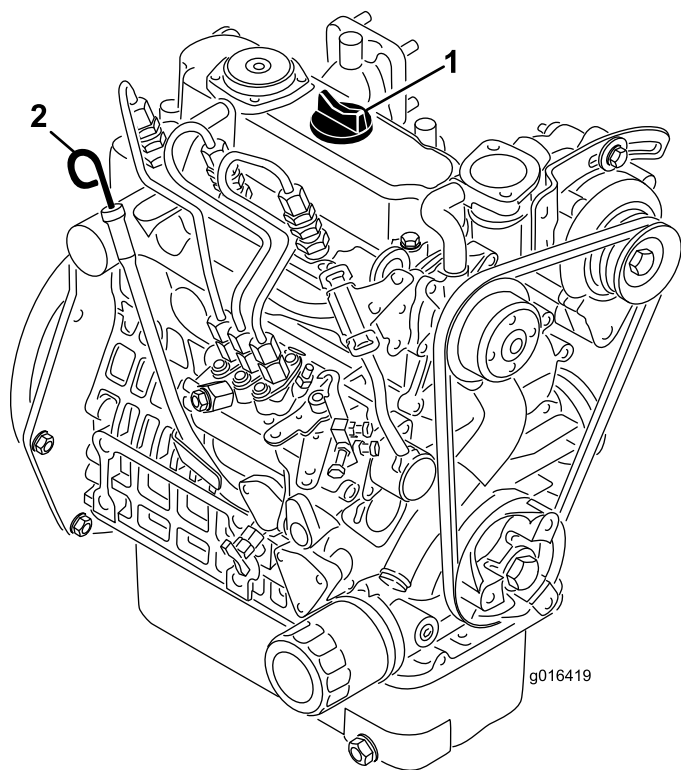

Figura 32
2. Retire la varilla y límpiela con un paño limpio (Figura 32).